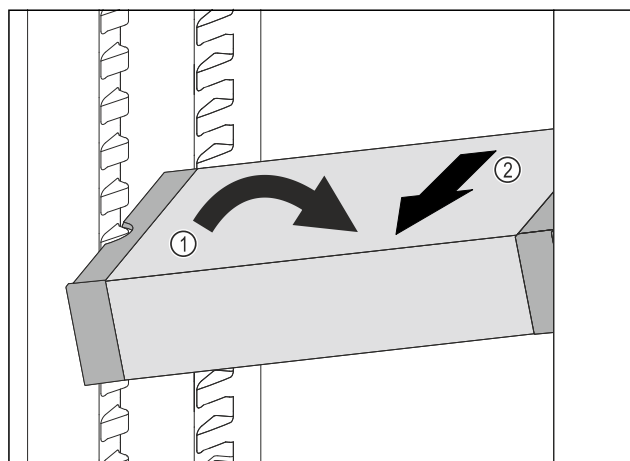

Fig. 143
- ▶ Predal VarioSafe postavite v hladilniku postrani. Fig. 143 (1)
- ▶ Predal VarioSafe izvlecite v smeri naprej. Fig. 143 (2)